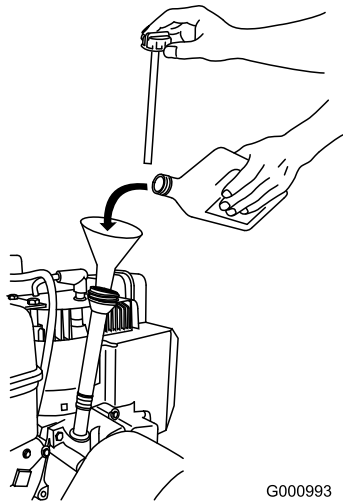

Bild 41
2. Nehmen Sie den Peilstab heraus und prüfen Sie den Ölstand (Bild 41). Füllen Sie Öl nach, wenn der